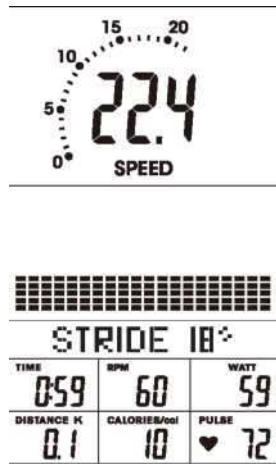

Figure 15
2. Appuyez sur START/STOP pour commencer la séance. Le niveau de résistance peut être modifié au cours de la séance (FIGURE 15).